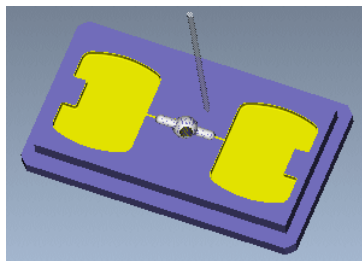

图 10.4.69 NC 检查结果
Step1. 在 **PLAY PATH (播放路径)** 菜单中选择 **NC Check (NC 检查)** 命令, 系统弹出“VERICUT 7.1.5 by CGTech”窗口。单击  按钮, 观察刀具切割工件的运行情况, 仿真结果如图 10.4.69 所示。